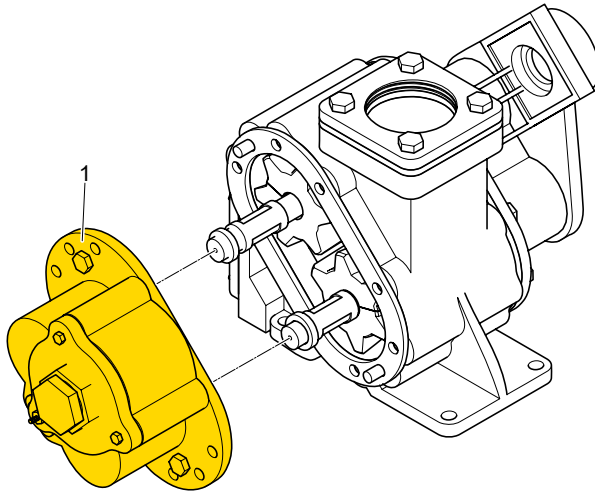
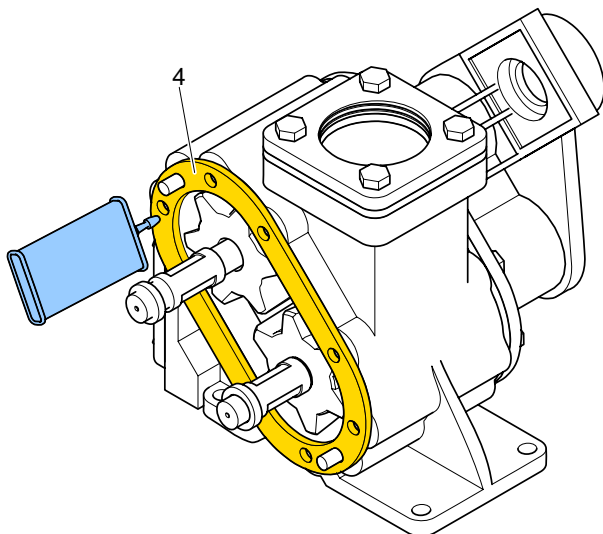

Abbildung 1: Pumpenventilgehäuse
Abbildung 3: Dichtung
1. Entfernen Sie das Pumpenventilgehäuse [1] mit einem Schraubenschlüssel Nr. 15. (Abb. 1)
3. Stellen Sie vor dem Wiedereinbau des Pumpenventilgehäuses (Abb. 1[1]) sicher, dass die Dichtung mit dem richtigen Dichtungsmittel [4] neu versiegelt wird. (Abb. 3)